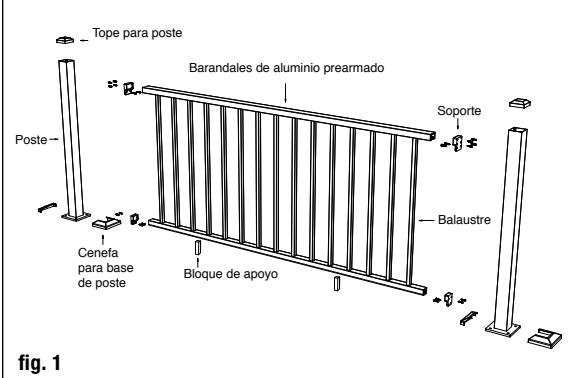

fig. 1
Step 6 Measure the distance between installed posts to determine the length of the top and bottom rails (fig.1). Position rail adjacent to installed posts. The distance between the post and the first baluster should be less than 4" and equal on both ends. Mark the length on top and bottom rails. Remove an additional 1/2" on both ends (1" overall) for the bracket to fit between the rail and post. Trim the top and bottom rails to length.
Étape 6 Mesurez la distance entre les poteaux installés pour déterminer la longueur des rampes du haut et du bas (fig. 1). Disposez la rampe de manière adjacente aux poteaux installés. La distance entre le poteau et le premier balustre devrait être inférieure à 4 po et égale aux deux extrémités. Marquez la longueur sur les rampes du haut et du bas. Retirez 1/2 po en plus aux deux extrémités 1 po en tout) pour que le support s'ajuste entre la rampe et le poteau. Taillez les rampes du haut et du bas selon la longueur.
Paso 6 Mida la distancia entre los postes instalados para determinar la longitud de los barandales superior e inferior (fig. 1). Coloque el riel adyacente a los postes instalados. La distancia entre el poste y el primer balaustre debe ser menos de 10.2 cm (4 pulg.) e igual en ambos extremos. Marque la longitud en los barandales superior e inferior. Corte 12.7 mm (1/2 pulg.) adicionales de ambos extremos (2.5 cm [1 pulg.] en total) para que el soporte quepa entre el barandal y el poste. Recorte los barandales superior e inferior a la longitud deseada.